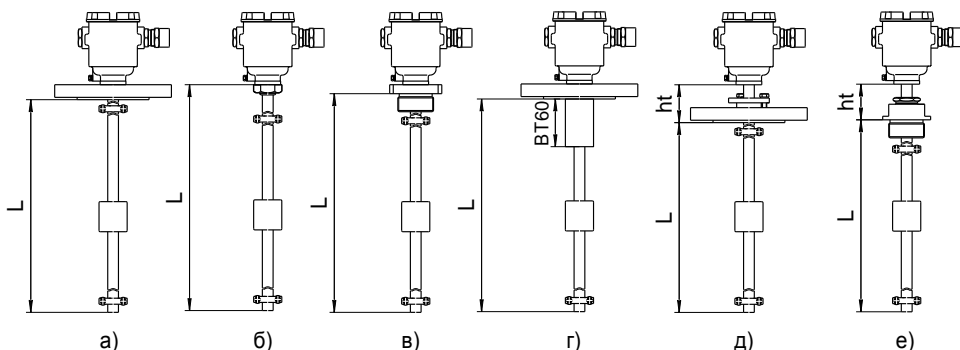

Рисунок 3
2.1.9 ПМП изготавливаются с длиной направляющей в соответствии с 1.2.2. Длина направляющей L – это расстояние от нижней торцевой поверхности направляющей до уплотнительной поверхности устройства крепления (фланца или резьбового штуцера) (рисунок 3). Длина направляющей при заказе указывается в условном обозначении ПМП.
По умолчанию, у ПМП с нерегулируемым устройством крепления устройство крепления приваривается на направляющей вплотную к корпусу (рисунок 3а, 3б, 3в, 3г).
Исполнение с втулкой **BT60** (рисунок 3г) применяется для оснащения резервуаров, подверженных при эксплуатации ударам и вибрациям. Конструктивная втулка высотой 60 мм повышает удар- и вибропрочность сварного соединения направляющей с фланцем.
Для исключения воздействия повышенной температуры (определяется заказом) устройство крепления устанавливается на расстоянии ht от корпуса преобразователя (рисунок 3д, 3е).
б) Транспортный вариант (исполнение **Tr**). Выдерживает воздействие МВВФ, соответствующих группе механического исполнения М30 по ГОСТ 30631. Изготавливается с длиной направляющей от 100 мм до 2500 мм и только с фланцевыми нерегулируемыми устройствами крепления. Данный вариант исполнения с длиной направляющей более 500 мм имеет конструктивную втулку ВТ60 (рисунок 3г), повышающую ударо- и вибропрочность сварного соединения направляющей с фланцем.